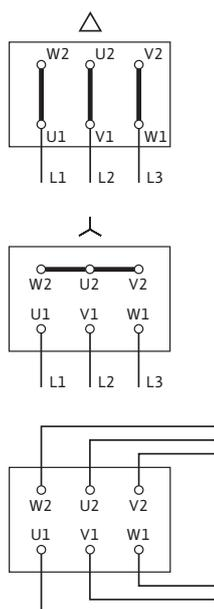

Fig. 13: Alimentación eléctrica
- En la tapa de la caja de bornes encontrará el esquema de la conexión eléctrica (véase también la Fig. 13).
- La alimentación eléctrica del tablero de bornes depende de la potencia del motor P_2 , de la tensión de red y del tipo de arranque. En la siguiente tabla y en la Fig. 13 podrá consultar dónde se han de conectar los puentes de conexión de la caja de bornes.